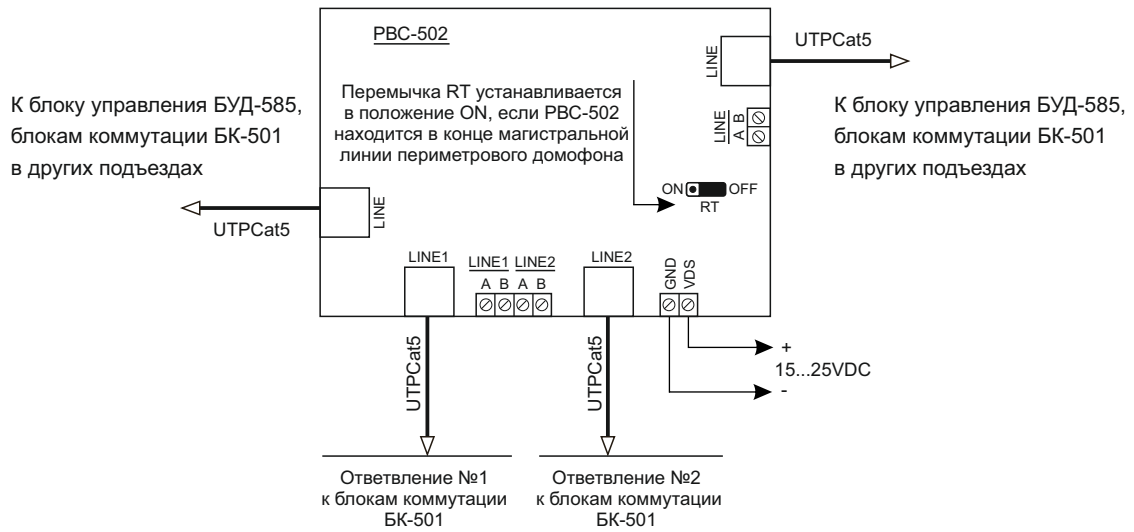

Рисунок 4 - Пример разъемного (RJ-45), подключения PBC-502
- 1) разъемное подключение (RJ-45), см. рисунок 4;